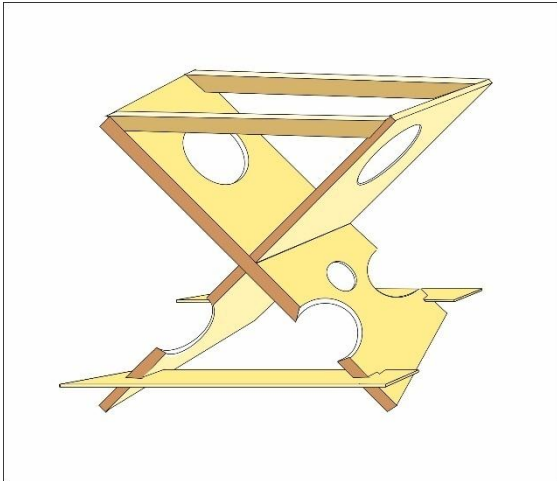

Рисунок 1. Вариант образца изделия
**Техническое задание:** Необходимо спроектировать и изготовить модель «Настольной полочки для тетрадей». Изделие состоит из основы и двух пар соединительных реек (см. Рис.1). Настольная полочка поможет школьнику оптимально организовать пространство письменного стола.